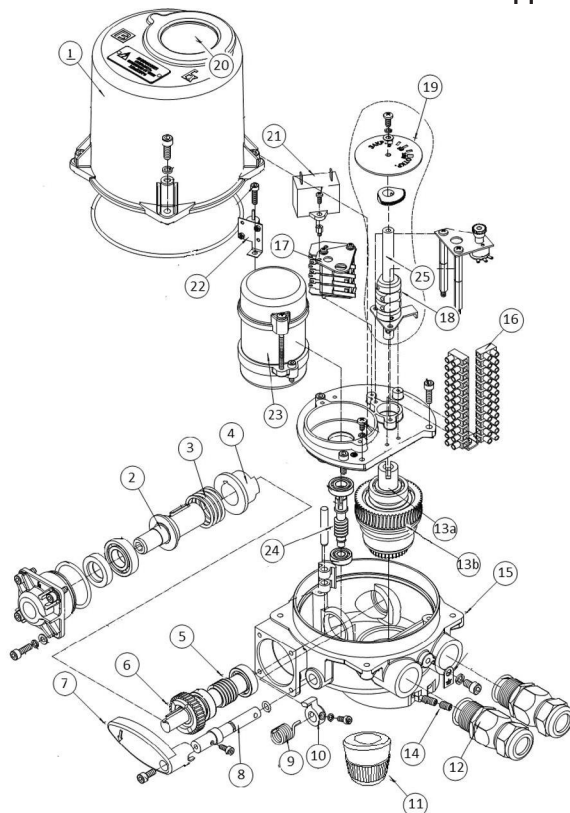
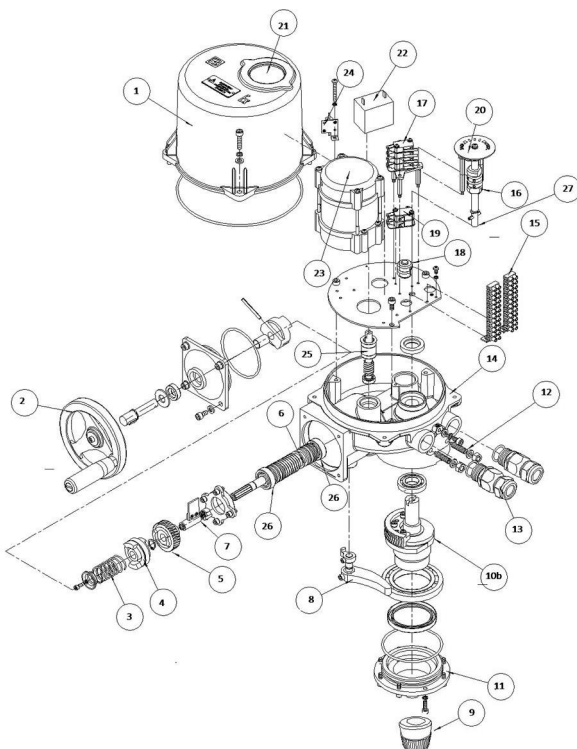

Рис.1 Электропривод ГЗ-ОФВ(К)
Рис.2 Электропривод ГЗ-ОФВ(М)
У электропривода ГЗ-ОФВ(К) переключение в ручной режим осуществляется рычагом переключения режимов (7) (рис. 1). При перемещении рычага открывается установочное отверстие для шестигранного торцевого ключа (размер 8 мм), вращением которого осуществляется поворот рабочего вала. По завершению работы в ручном режиме вынуть шестигранный торцевой ключ. При этом рычаг (7) автоматически возвратится в исходное положение. Привод переходит в режим работы от электродвигателя.
У электропривода ГЗ-ОФВ(М) переключение в ручной режим осуществляется рычагом переключения режимов (8) (рис. 2). Для этого необходимо переместить рычаг в сторону корпуса электропривода до его фиксации. Если фиксация не произошла, повернуть маховик (2) при нажатом рычаге (8) до фиксации. Вращением маховика (2) производится поворот выходного вала привода. При включении электродвигателя привода рычаг (8) автоматически вернется в исходное положение и произойдет переход в режим работы от электродвигателя.
Для перемещения рычагов переключения режимов (7) (рис. 1) и (8) (рис. 2) не следует прилагать чрезмерно больших усилий.